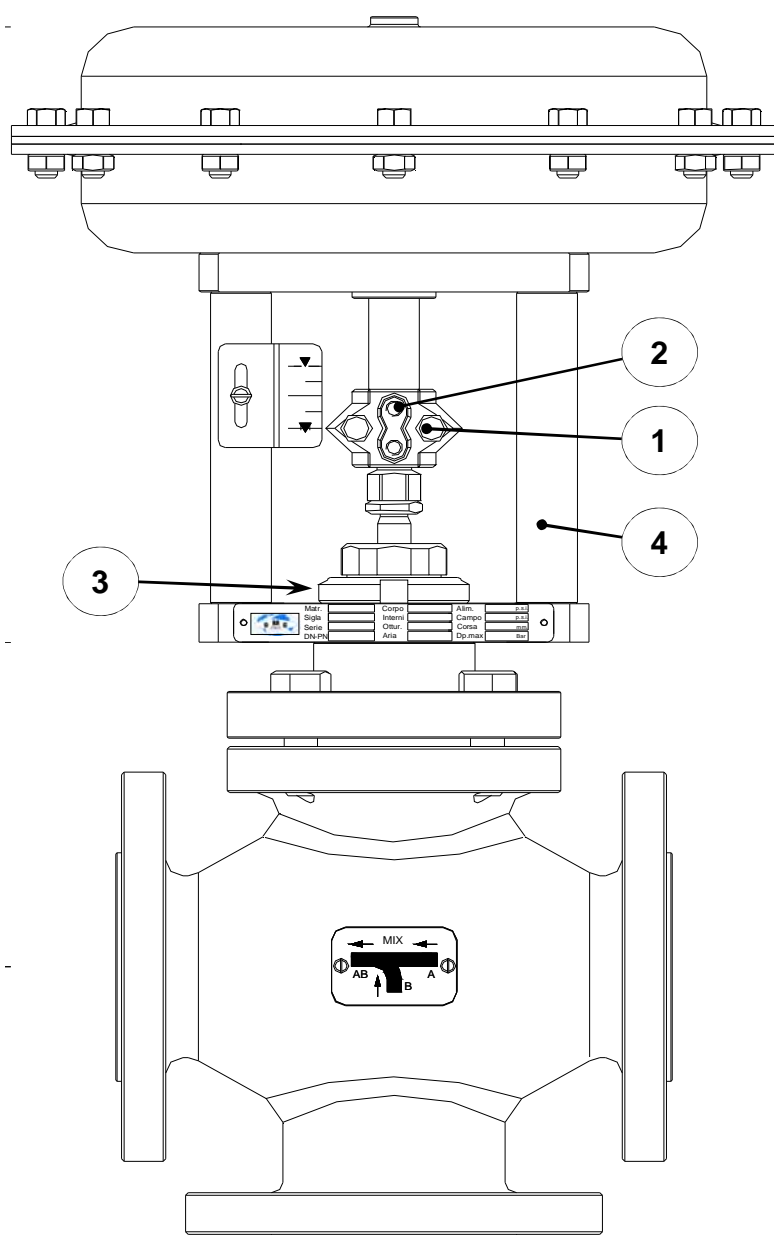
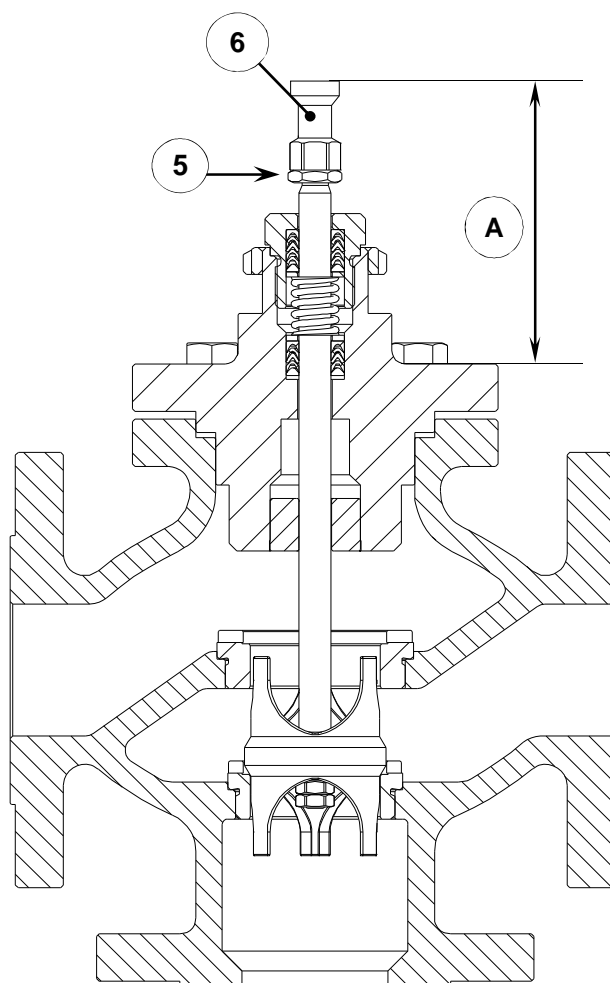

Fig. 11
Fig. 12
- Facendo riferimento alle Fig. 11 procedere come segue:
- Svitare completamente le viti (1) e rimuovere i morsetti (2)
- Svitare completamente la ghiera (3).
- Afferrare il castello per le colonne (4) ed estrarre l'attuatore
- Misurare con precisione (+/- 0,1mm) la distanza (A) in Fig. 12 e prendere nota
- Rimuoverne i particolari (5) e (6)
- Rimontare il tutto ripetendo le operazioni in senso inverso facendo attenzione al re-allineamento di alberi e alla misura (A)
- In reference to the figure 11, proceed as follows:
- Remove the screws (1) and the clamp (2)
- Loosen the mounting nut (3) completely. Catch the actuator pillars (4) and remove the actuator from valve body.
- Measure accurately (+/- 0,1mm) the distance (A) as showed on Fig. 12 and take note.
- Remove items (5) and (6)
- Re-assemble all the items in reverse order ensuring the alignment of the spindles and the restoring of the measure (A).